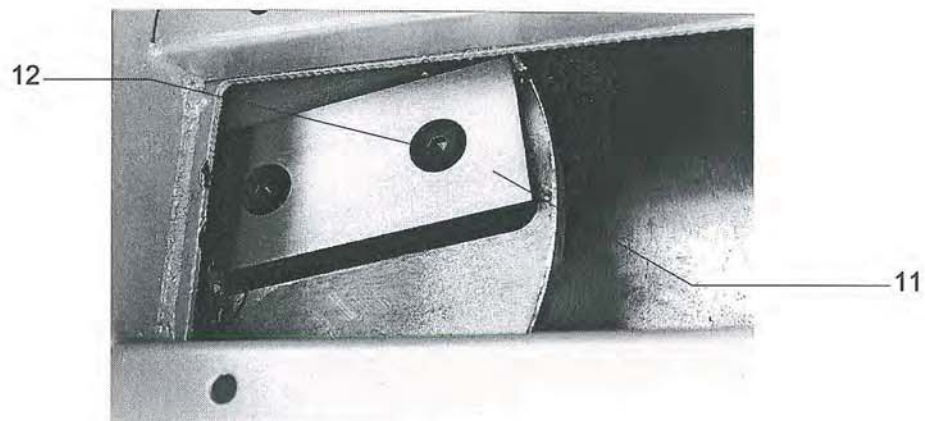

Fig. 6- Coltello e viti di fissaggio
- Allentare il controdado del tenditore (part. 23, fig.6).